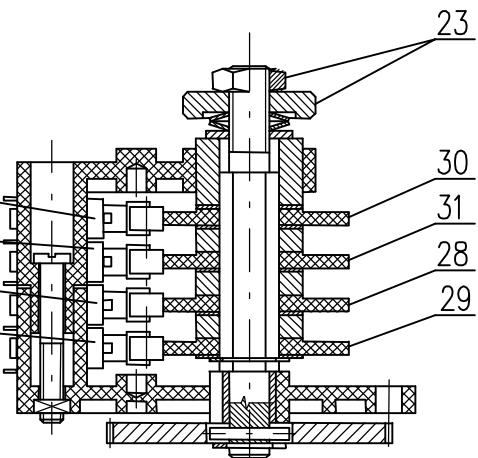

Рис.4
4.2 Установка узла положения и сигнализирования (рис.4)
Прибор из завода-производителя установлен на жесткий ход (на основании спецификации), приведенной на заводской табличке. При установке, налаживании и перестановке прибора поступайте следующим образом (рис.4):